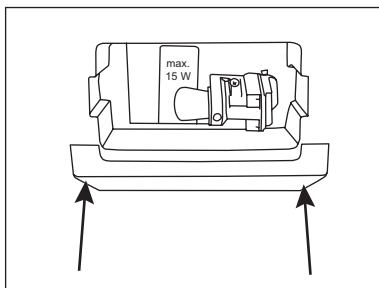

рис. 9
2. Снимите крышку лампы (рис. 9). Нажмите на крышку так, чтобы извлечь ее из двух фиксаторов.